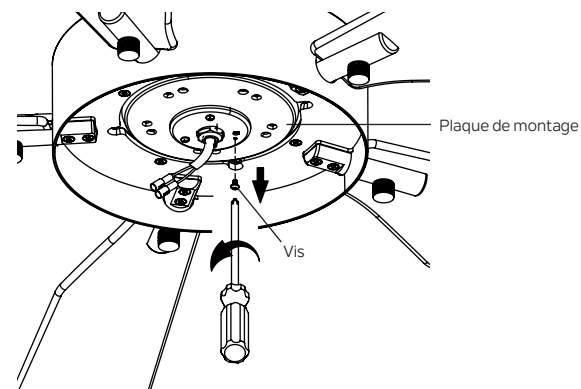

Fig. 20
Étape 1. Retirez la vis marquée d'une étiquette à points sur la plaque de montage et conservez-la pour une utilisation ultérieure. Desserrez les deux autres (ne les retirez pas). (Fig. 20)